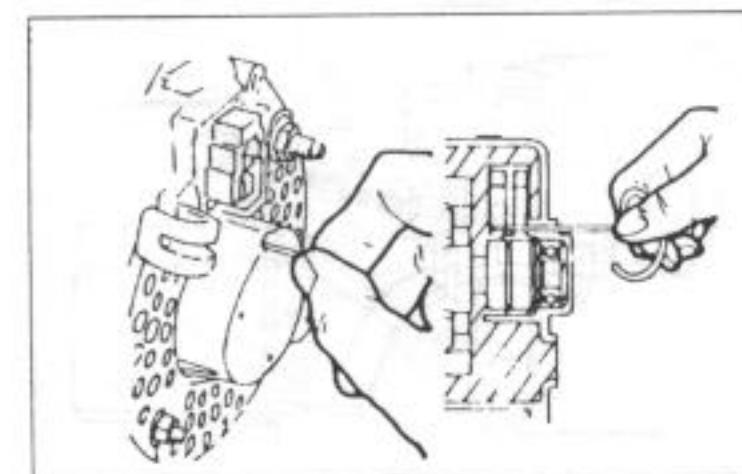

Рис.252.
- Вставить небольшой провод в указанном на рис.252 месте через заднюю стенку бесщеточного генератора, чтобы удержать щетки в поднятом положении.